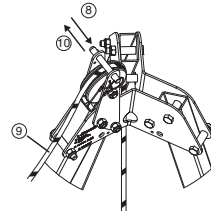

Fig. 10
8. Fjern kuglebolten, der sidder over vendeskiven øverst på TRACODE™ trefoden (fig. 10, 8).
9. Før DEROPE™ apparatets fald omkring vendeskiven (fig. 10, 9).
10. Sæt kuglebolten i igen for at forhindre faldet i at springe af vendeskiven (fig. 10, 10).